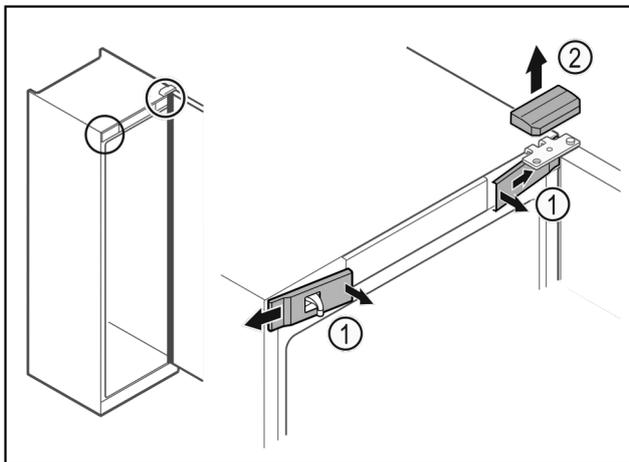

Fig. 14
- u Vordere Abdeckungen Fig. 14 (1) innen ausrasten und zur Seite abnehmen.
- u Obere Abdeckung Fig. 14 (2) nach oben abnehmen.